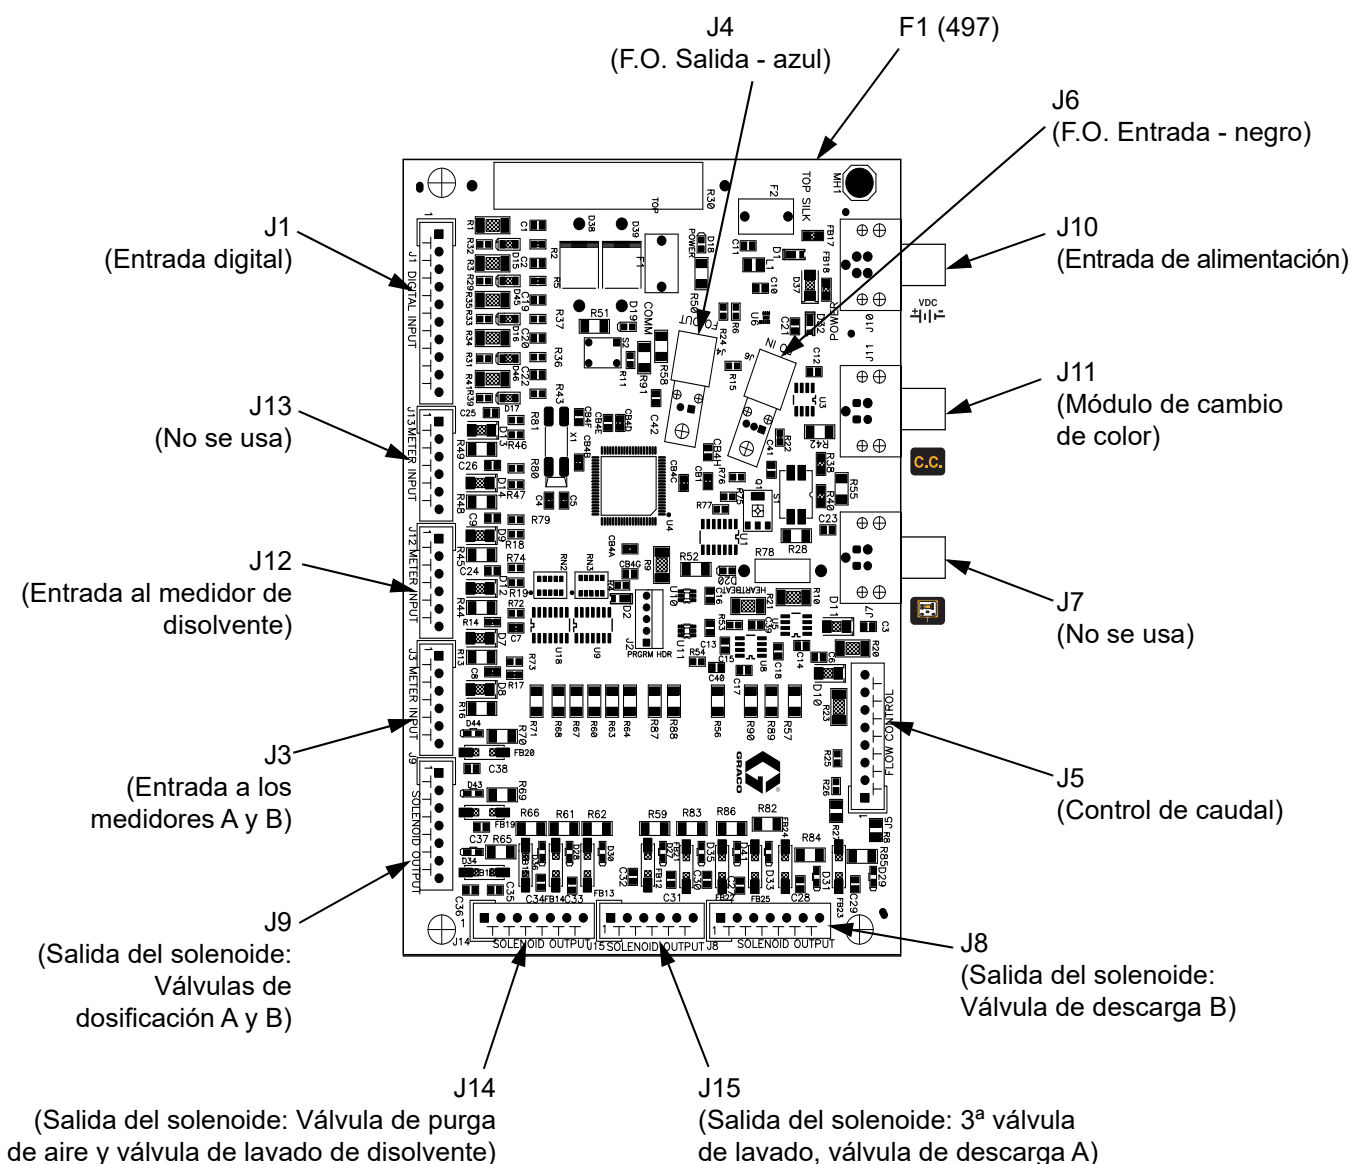
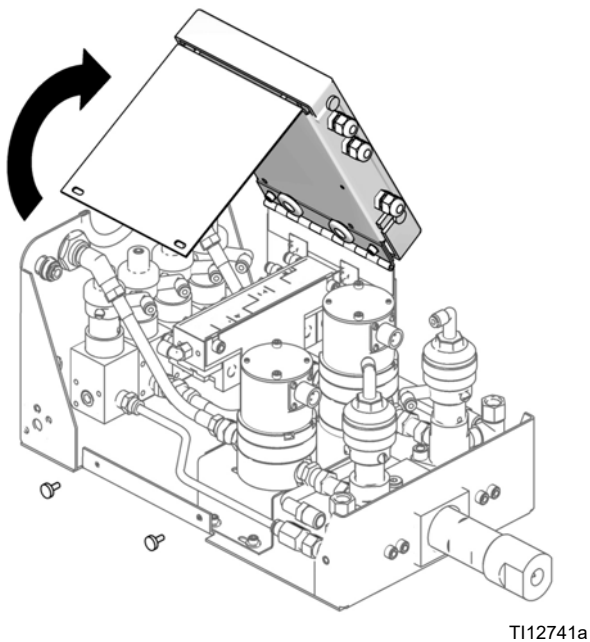

FIG. 29: Tarjeta de control de la estación de fluido 255765
FIG. 30: Acceso a solenoides y medidores
3. Desconecte los cables de fibra óptica (J4, J6) y todos los cables (J1, J3, J5, J7, J8, J9, J12, J13, J14, J15) de la tarjeta de control (426). FIG. 29.
5. Instale una tarjeta de control nueva (426) con 4 tornillos (428).
6. Conecte los cables a la tarjeta de control (426). FIG. 29. Introduzca los conectores del cable de fibra óptica (J4, J6) en los conectores de la tarjeta (E), emparejando el azul con el azul, y negro con el negro, y apriete los conectores (E) a mano. No apriete o retuerza los cables de fibra óptica; los cables exigen un radio de flexión de 51 mm (2 pulg.)
2. Ubique el fusible F1 en la tarjeta de control. Consulte FIG. 29. Retire el tornillo y la tira de metal.
4. Instale el fusible nuevo (497).
3. Desconecte los 2 cables de solenoide de la tarjeta de control (426). Vea FIG. 29 y **Diagrama eléctrico del sistema**, página 35. Gire la tarjeta de control hacia arriba y aléjela del paso. FIG. 30.